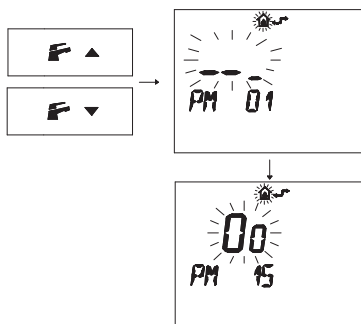

Figura 5.50
- Premere i pulsanti ▼ o ▲ per visualizzare la programmazione "PM15" abilitazione della sonda esterna (Figura 5.50)